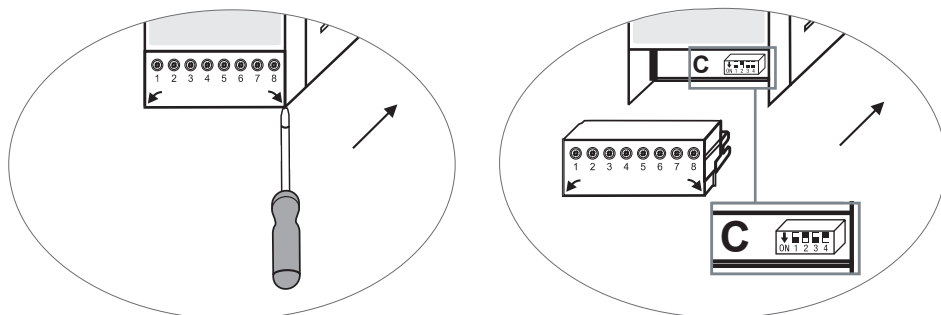

Fig. 5
- Staccare la morsetteria inferiore (Fig. 5).